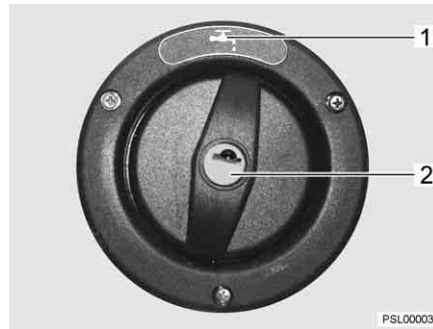

Bild 189 Påfyllningsöppning för dricksvatten
Påfyllningsöppningen för dricksvatten är märkt med symbolen "☕" (Bild 189,1). Locket låses och låses upp med nyckeln till de utvändiga låsen (utvändiga luckorna).
- Stick in nyckeln i låscylindern (Bild 189,2) och vrid ett kvarts varv moturs.
- Öppna påfyllningsöppningen för dricksvatten (Bild 189) (se kapitel 6).